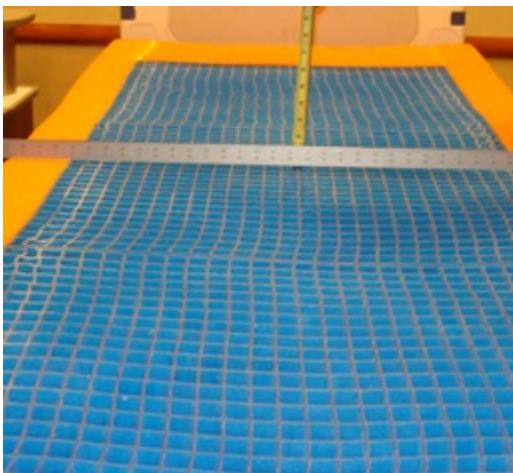

Figura 4-3: Coloque la regla
5. Coloque una regla (de al menos 88,9 cm de longitud) atravesando el gel de izquierda a derecha en la región sacra (sección de asiento del paciente) de la superficie de soporte (Figura 4-3 de la página 4-17).